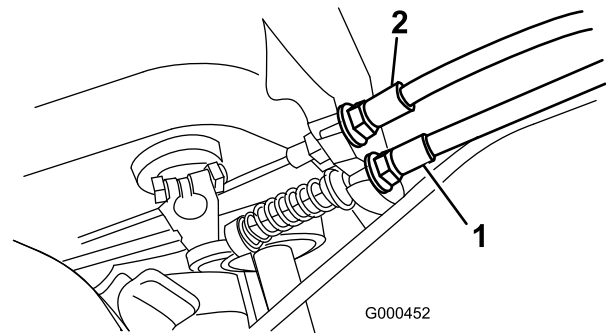

Bild 29
2. Wenn Sie die Zugspannung erhöhen möchten, lösen Sie die Klemmmutter des vorderen Zugs und ziehen Sie die Klemmmutter des hinteren Zugs an (Bild 29), bis eine Kraft von 5 bis 6,3 kg benötigt wird, um die Bremse zu aktivieren. Die Kraft sollte am Einstellhandrad gemessen werden. Stellen Sie die Bremse nicht zu fest ein, da das Bremsband sonst schleifen könnte.